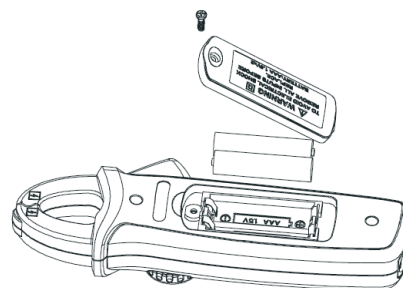

Рис.8
8.2.2. Отверните отверткой винт крепления задней крышки, откройте крышку батарейного отсека и выньте разряженные элементы питания как показано на рис. 8.